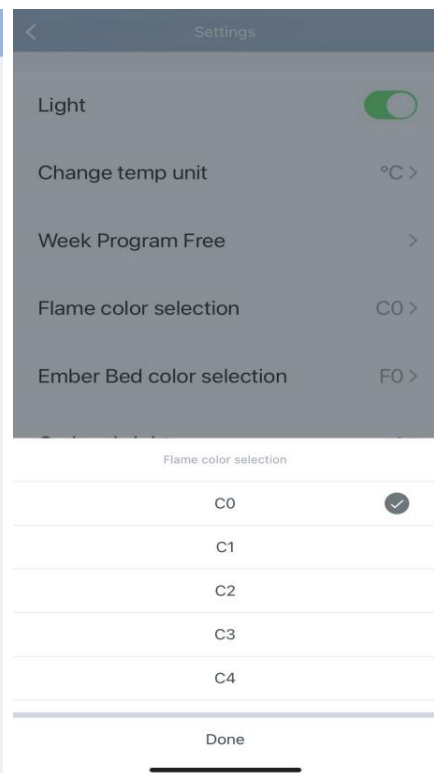

figura 11
6. Aprendo la selezione del colore della fiamma, è possibile scegliere un totale di 8 colori da C0 a C8, come mostrato nella figura 11.